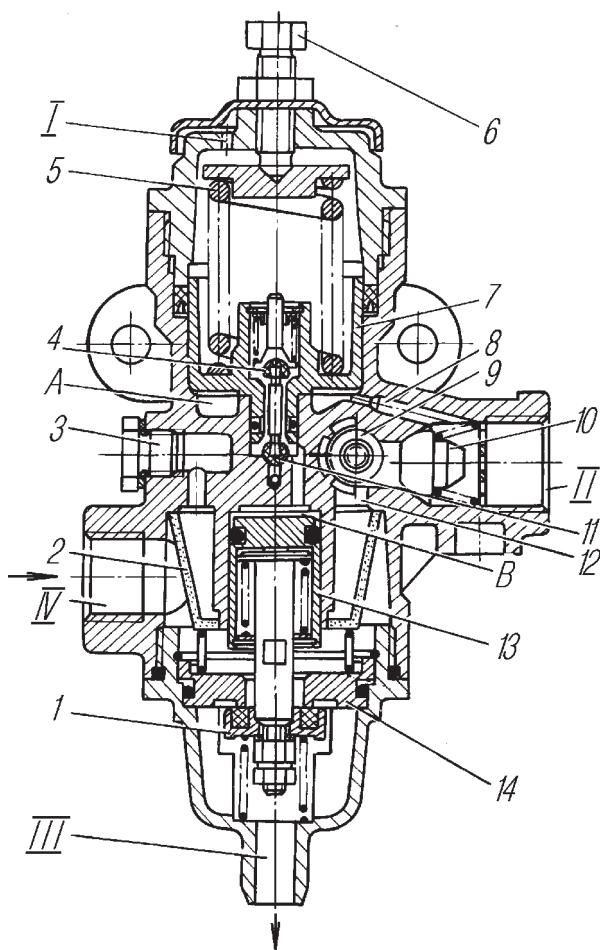

Рис. 69. Регулятор давления:
**Регулятор давления** предназначен для регулирования давления сжатого воздуха, поступающего от компрессора. Сжатый воздух от компрессора через вывод IV (рис. 69) регулятора, фильтр 2, канал 12 подается в кольцевой канал 9. Через обратный клапан 10 сжатый воздух поступает к выводу II и далее в воздушные баллоны автомобиля. Одновременно по каналу 8 сжатый воздух проходит в полость А под поршень 7, который нагружен уравновешивающей пружиной 5. При этом выпускной клапан 4 открыт, а впускной клапан 11 закрыт.